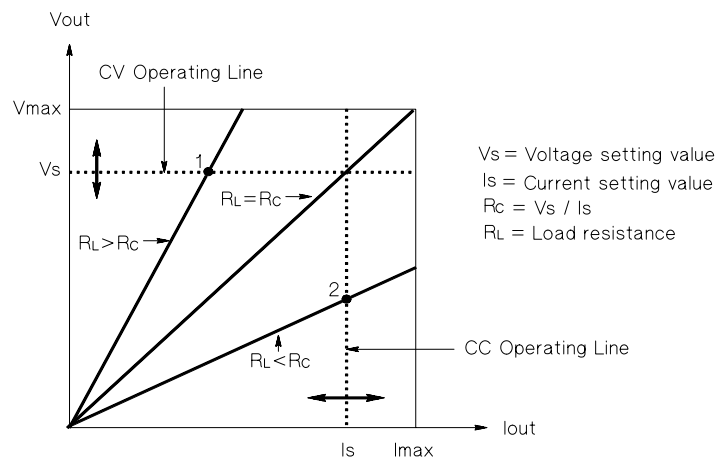

Abbildung 7-5. Ausgangscharakteristiken
Abbildung 7-5 zeigt die verschiedenen Ausgangsbetriebsarten dieser Stromversorgungen. Der Arbeitspunkt liegt entweder oberhalb oder unterhalb der Geraden $R_L = R_C$. Diese entspricht der Last, bei welcher die Ausgangsspannung und der Ausgangsstrom den programmierten Werten entsprechen. Überschreitet der Lastwiderstand R_L den Wert R_C , dominiert die Ausgangsspannung, da dann der Strom niedriger als der programmierte Wert ist. Man sagt dann, die Stromversorgung sei in der Betriebsart Konstantspannung (CV). Im Punkt 1 hat die Last einen höheren Widerstandswert (im Vergleich zu R_C), die Ausgangsspannung entspricht dem programmierten Wert, und der Ausgangsstrom liegt unterhalb des programmierten Wertes. Die Stromversorgung ist in der Betriebsart Konstantspannung, und der programmierte Stromwert dient als Strombegrenzung.